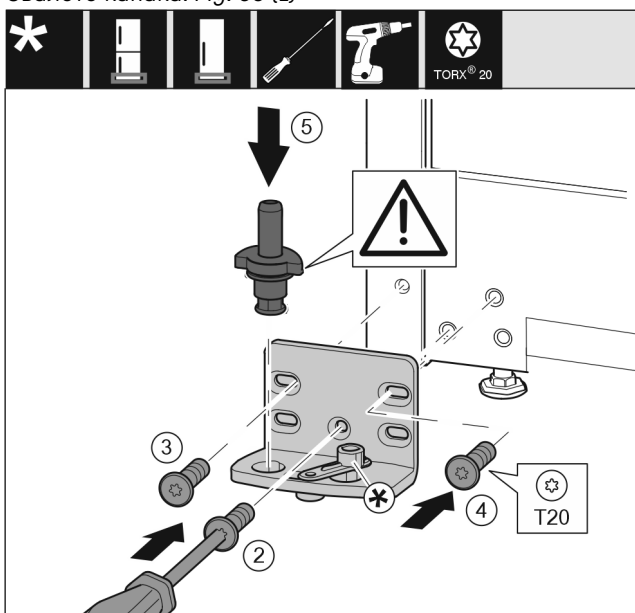

Fig. 36
- ▶ Поставете лагерната стойка от другата страна и я завийте с помощта на отвертка T20. Започнете с винт 2 долу в средата. Fig. 36 (2)
- ▶ Затегнете винт 3 и 4. Fig. 36 (3,4)
- ▶ Вкарайте изцяло лагерния болт. При това обърнете внимание на това, фиксиращата гърбица да сочи назад. Fig. 36 (5)
- ▶ Поставете лагерната стойка от другата страна и я завийте с помощта на отвертка T20. Започнете с винт 2 долу в средата. (2)\*
- ▶ Завъртете съединението на затварящия демпфер на 180°. От другата страна на лагерната стойка завийте с отвертка T20. (5)\*
- ▶ Вкарайте изцяло лагерния болт. При това обърнете внимание на това, фиксиращата гърбица да сочи назад. (6)\*